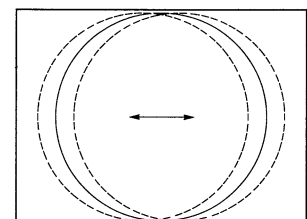

Bild 2
- Stellen Sie die horizontale Position so ein, daß Sie eine Bildzentrierung erhalten (Bild 2).